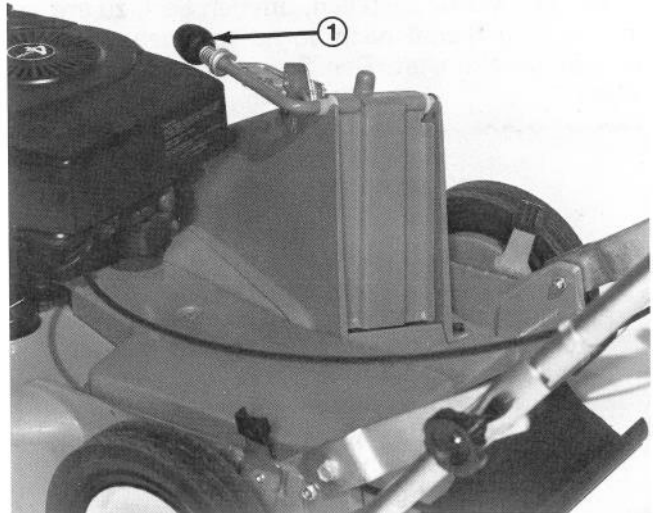

Abb. 16
2. Sicherstellen, dass die Auswurfklinge ganz nach vorne ist, und dass der Verriegelungshebel in die Raste eingelassen ist (Abb. 16). Die Auswurföffnung ist nun zu.